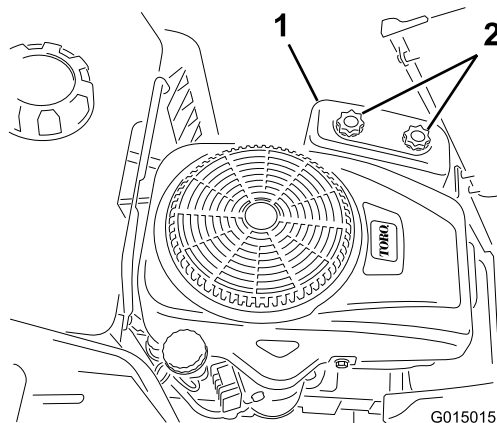

Figura 22
5. Togliete il coperchio del filtro dell'aria svitando le 2 manopole (Figura 22).